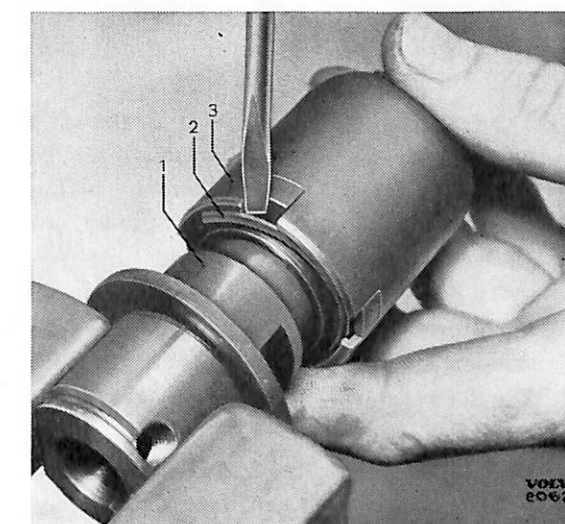
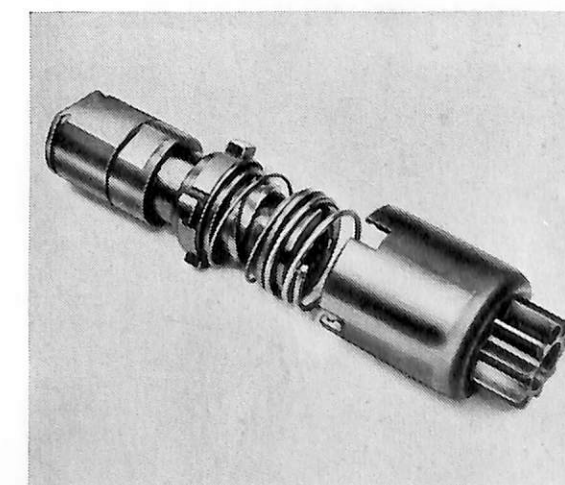

Bild 44. Isärtagning av bendix.
Bild 45. Bendixanordning.
10. Tag bort låsringen (2 bild 44) som håller drevet (3) till hylsan (1) och lyft av detta. De olika detaljernas placering framgår av bild 45.